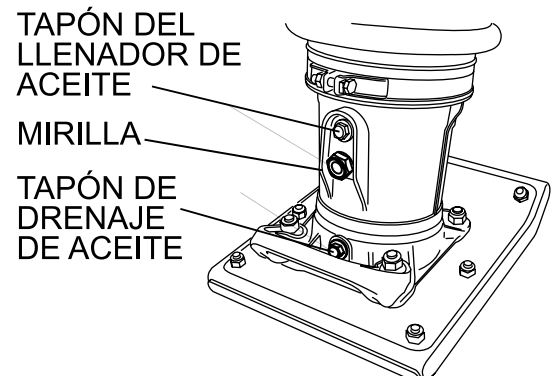

Figura 13. Tapón de drenaje de aceite
- Retire el tapón de drenaje de aceite del alojamiento del pie (Figura 13) y purgue el aceite. Rellene con aproximadamente 1,7 pintas (800 cc) de aceite para motor 10W-30 SE, SF o de calidad superior. El nivel de aceite debe alcanzar la mitad de la mirilla. El aceite de rodaje debe cambiarse luego de las primeras 50 horas.